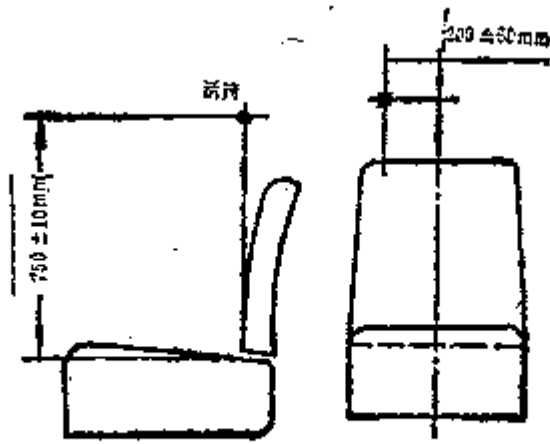

图 2
25. 驾驶室车内噪声测点位置见图 2。
26. 载客车室内噪声测点可选在车厢中部及最后排座的中间位置，话筒高度参考图 2。